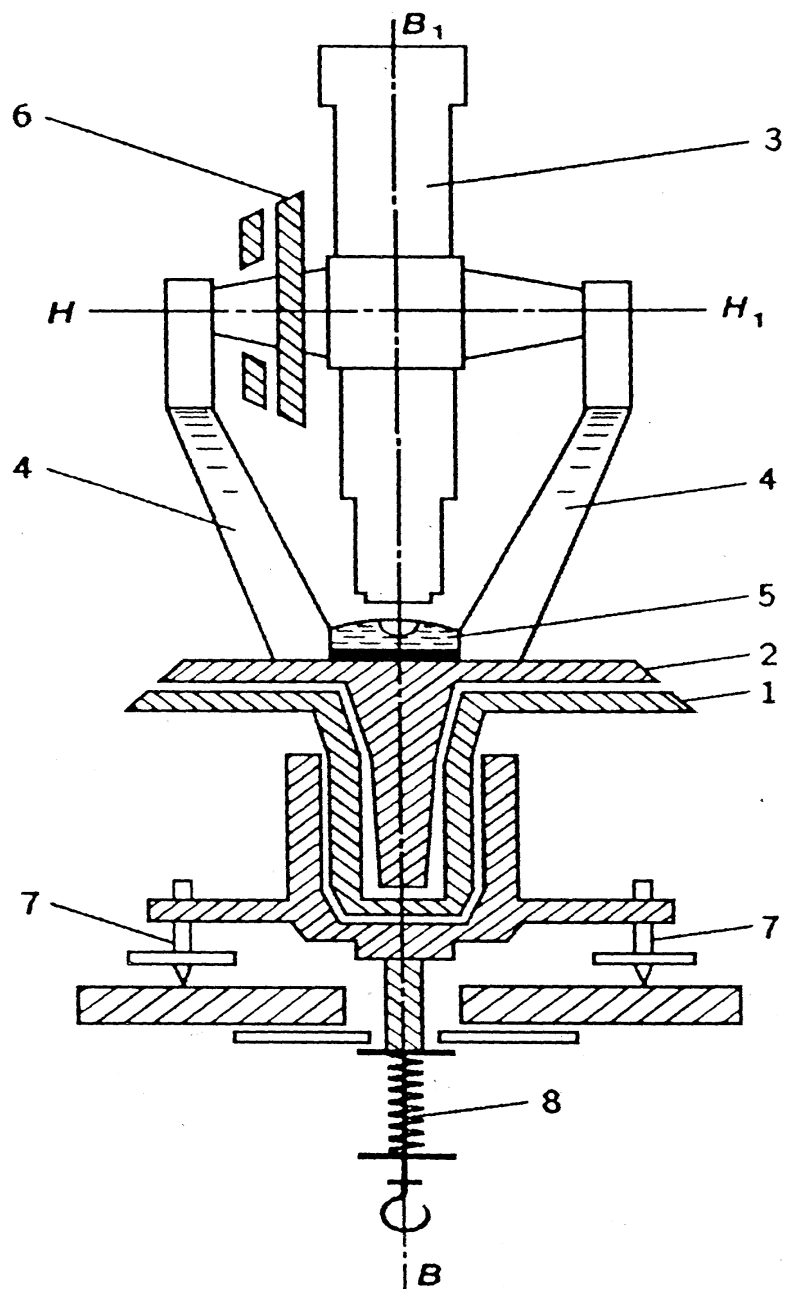

Рис. 3 Схема теололита
1.4. Назвать основные части теодолита по его схеме (рис.3) и записать ответ в отчёт.